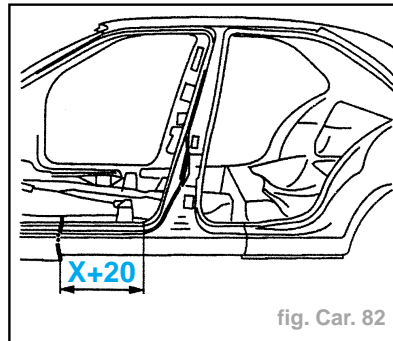

fig. Car. 82
- Tracer, puis déposer à l'aide d'une meule épaisseur **1 mm** (coupe provisoire) (fig. Car. 82).